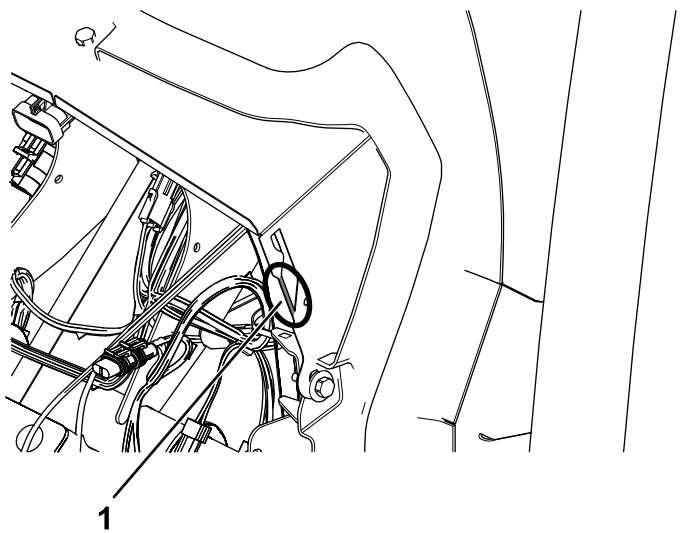

Figura 41
3. Folosind o foarfecă pentru tablă, îndepărtați elementul pentru transport din fiecare parte a jgheabului de scurgere a apei pentru parbriz (Figura 41).